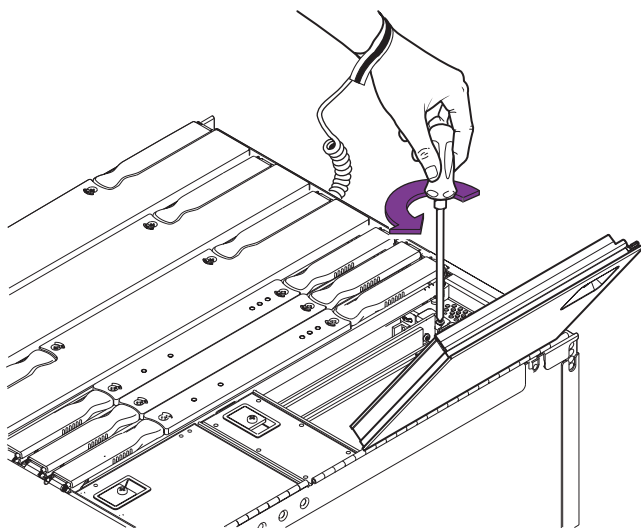
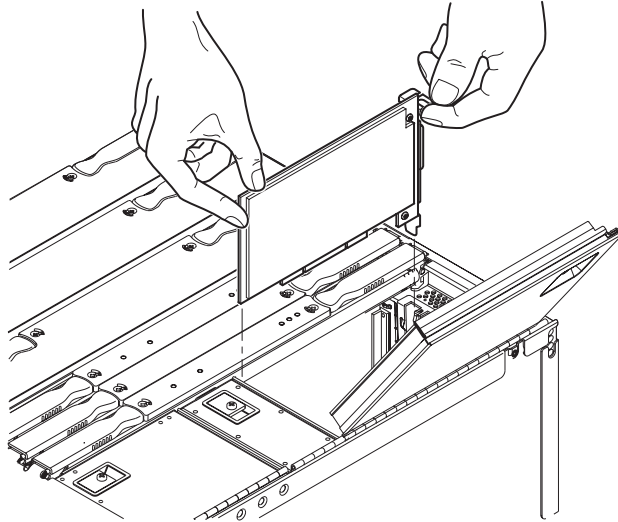

図 8-8 PCI カードを固定しているねじの取り外し
図 8-9 PCI カードの取り外し
9. 固定ねじを外します。カードが IB_SSC のソケットから外れるまで、ゆっくりと上に持ち上げます (図 8-8 および図 8-9)。